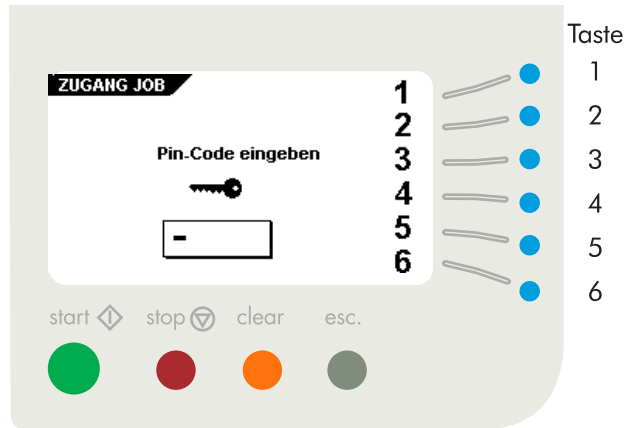

Abb. 29
Bei Betätigung der Taste 4 im „Hauptmenü (2)“ (Abb. 9, Seite 6) erscheint im Display der Bildschirm „Zugang Job“, und es wird die Eingabe des Pincodes gefordert (Abb. 29).